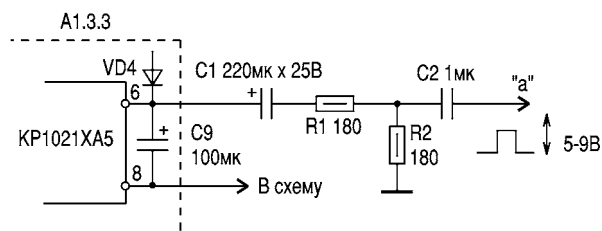

рис. 3
6. Собрать схему ограничителя КГИ (**рис.3**).